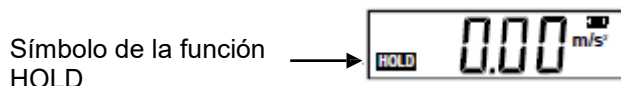

Fig. 1 ( Medición de la aceleración)
2. Pulse brevemente el botón de encendido / medición. La pantalla se encenderá en el modo de medición de la aceleración y mostrará la unidad  $m/s^2$  (Fig. 1).